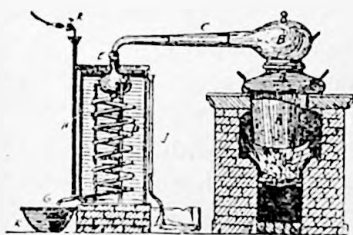

Fig. 8
**Aparate de distilare.** În laborator se întrebuițează pentru distilarea apei, un aparat numit *alambic* (fig. 8). El se compune dintr'o căldare de aramă A, numită *cucur-*